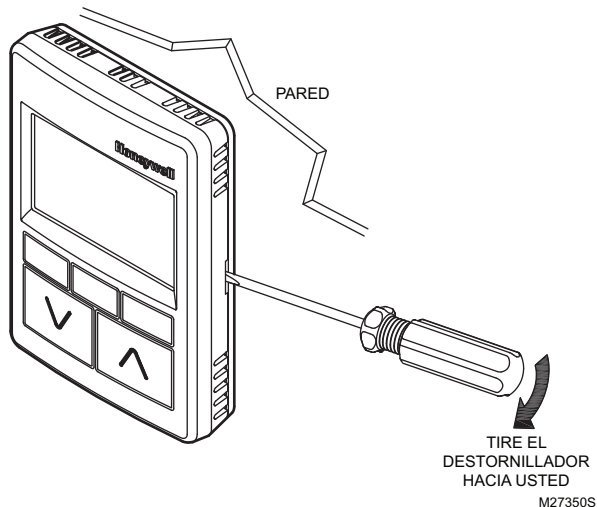

Fig. 7. Extracción del módulo de pared de la sub-base.
1. Inserte un destornillador delgado de punta plana en la ranura del lado derecho del módulo de pared (consulte la Fig. 7).